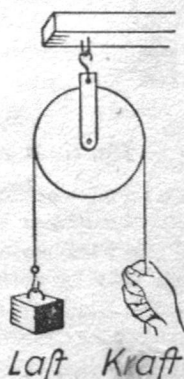

Abb. 3
c) Säge aus mehreren Fadenspulen das walzenförmige Mittelstück heraus und leime immer je 2 Randstücke mit den Schnittflächen zusammen! Fertige aus Brettstücken die Schere (= Aufhängevorrichtung) und hänge die fertige Rolle auf! (Abb. 3.) Hänge auf die eine Seite eine Last, auf die andere Seite ein Gewicht als Kraft! Vergleiche Last und Kraft!